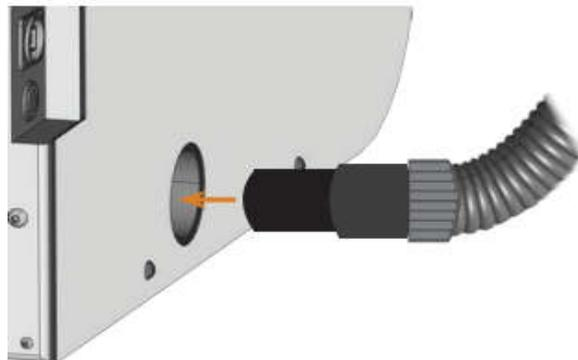

图 13 将转接头插入到机器
- ❖ 将转接头插入机器吸尘中并确保它牢固连接，如图 13。